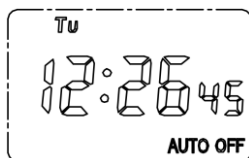

Fig.8
6.2.2.2 Pulsar "MD" para ajustar la hora. Pulse "◀" hasta poder introducir la hora y pulse "▲" y "▼" hasta que el display muestre la hora actual (ver Fig.8) ²³⁶.